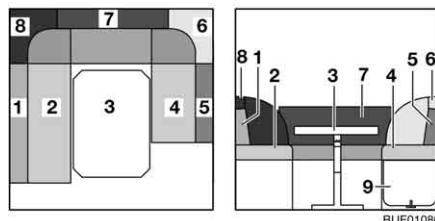

Fig. 95 Avant la transformation
- Convertir la table (Fig. 95,3) en sommier de lit (voir paragraphe 6.12).
- Déverrouiller et rabattre la rallonge du coffre de banquette (Fig. 95,9) vers le haut.